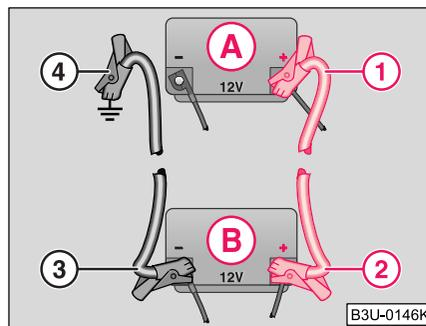

Abb. 147 Starthilfe mit der Batterie eines anderen Fahrzeugs: A - Entladene Fahrzeugbatterie, B - Stromgebende Batterie
- Befestigen Sie ein Ende am Pluspol ① ⇒ Abb. 147 der entladenen Batterie (A).